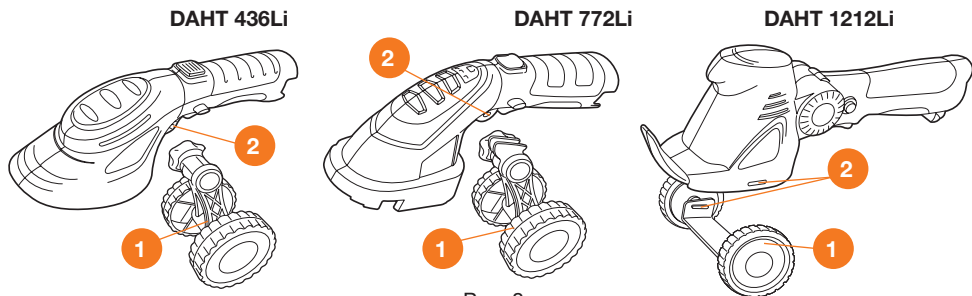

Рис. 8
- Перед использованием телескопической рукоятки присоедините колеса **1** в посадочные места инструмента **2** (Рис. 8).